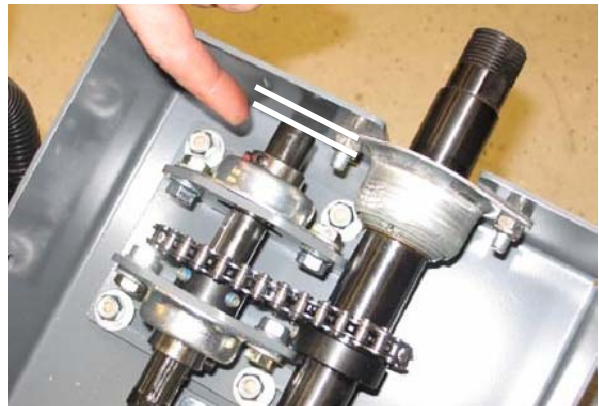

ABB. 31
3. Positionieren Sie wie in Abb. 31 gezeigt den Lenkschaft im Lenkkanal.